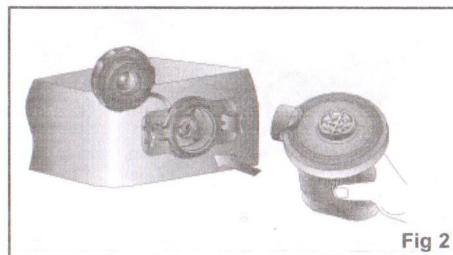

Fig 2
- Вставьте насадку насоса непосредственно в клапан. (Рис. 2).